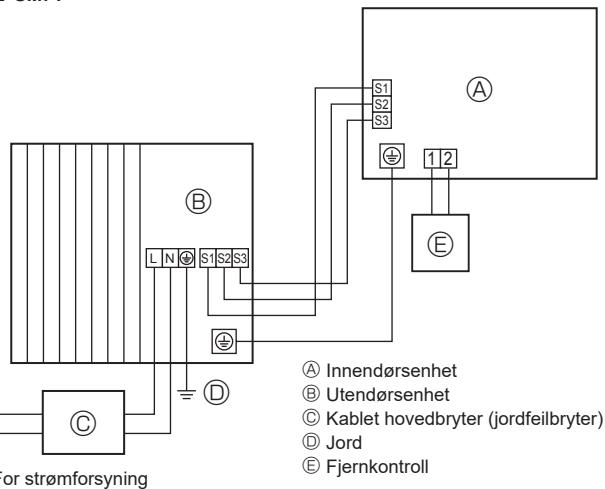
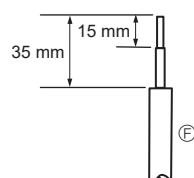
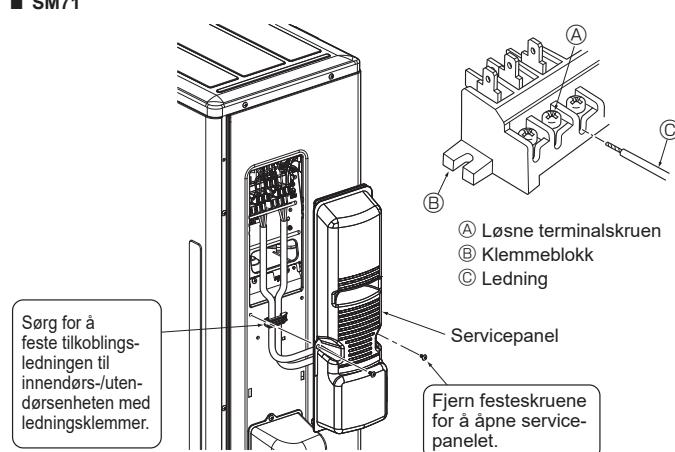

Fig. 6-1
Fig. 6-2
Fig. 6-3
6.1. Utendørsenhet (Fig. 6-1, Fig. 6-2, Fig. 6-3)
- ① Fjern servicepanelet.
- ② Kople til kablene med henvisning til Fig. 6-1, Fig. 6-2 og Fig. 6-3.
- Utfør kabling som vist i figuren nede til venstre. (Anskaff kabelen lokalt) (Fig. 6-2)